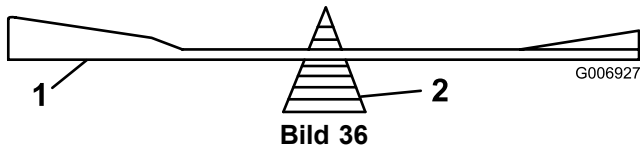

Bild 36
2. Überprüfen Sie die Auswuchtung jedes Messers auf einer Ausgleichsmaschine (Bild 36). Wenn das Schnittmesser in seiner horizontalen Position bleibt, ist es ausgewuchtet und kann wiederverwendet werden. Feilen Sie, wenn das Schnittmesser nicht